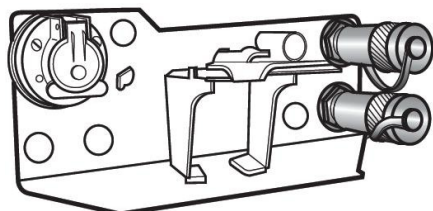

Fig. 4-38 Engate rápido
Com base nas condições práticas, o trator pode ser equipado com um conjunto de uma/duas/três válvulas de saída hidráulica de carretel deslizante controlado pela ① alavanca de controle, a qual pode ser usada para controlar o cilindro de simples/dupla ação. Além disso, a válvula direcional também pode funcionar como saída hidráulica na posição de flutuação e como válvula de controle do freio do reboque (veja a fig. 4-38).